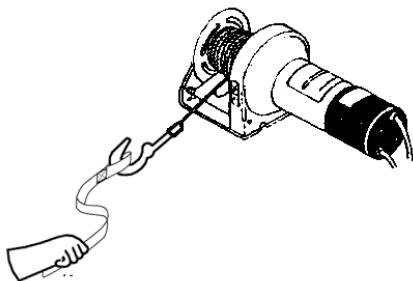

Figura 5
6. NUNCA HAGA FUNCIONAR EL CABRESTANTE CON MENOS DE 5 VUELTAS DE CABLE METALICO ALREDEDOR DEL TAMBOR, debido a que el sujetador del extremo del cable metálico no puede resistir una carga. SIEMPRE USE LA AGARRADORA MANUAL cuando guíe el gancho por los últimos metros del cable (Vea la Figura 5).